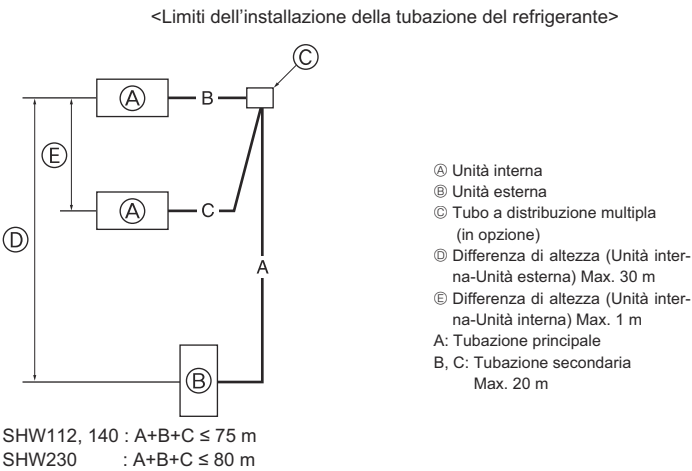

Fig. 4-10
4.8. Per combinazione doppia/tripla/quadrupla (Fig. 4-10) (solo per condizionatori d'aria)